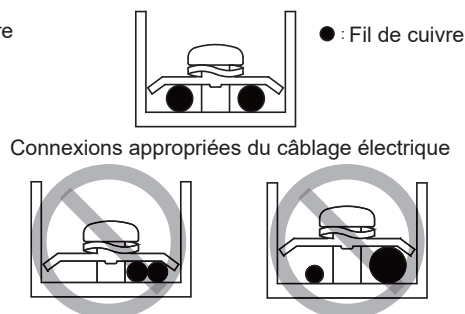

Figure 2
- Ne pas brancher deux cordons d'alimentation de diamètres différents à la même borne d'alimentation (risque de surchauffe des fils à cause du câblage desserré) (voir la Figure 2).